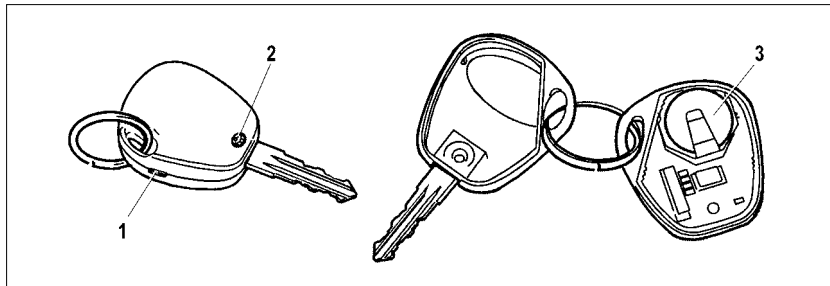

Рис. 51. Замена элемента питания пульта дистанционного управления
- выкрутите винт 2 (рис. 51) со